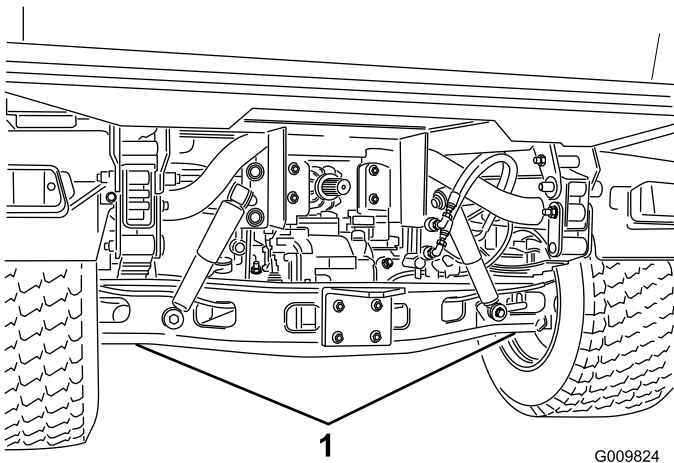

Figura 33
- El punto de apoyo del gato en la parte delantera de la máquina se encuentra en el travesaño central delantero del bastidor (Figura 32), y en la parte trasera está debajo del tubo del eje (Figura 33).